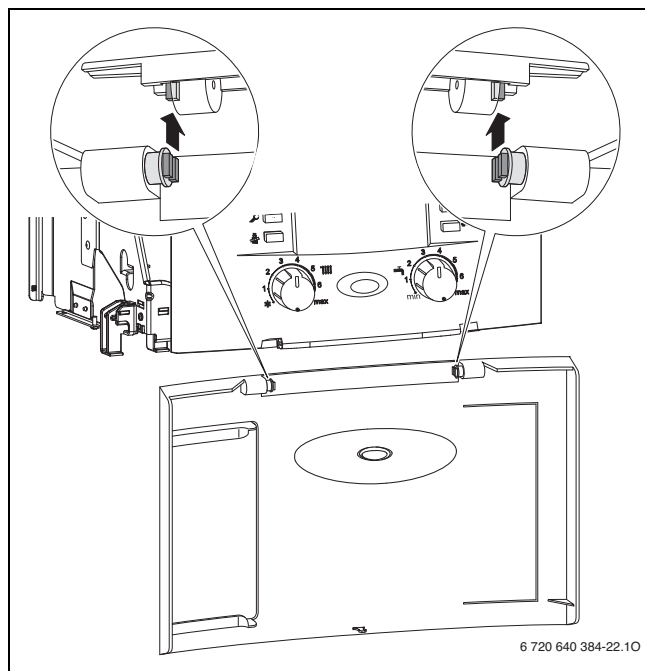

Bild 23
- Ausrichtung der Dämpfer prüfen (→ Bild 23).